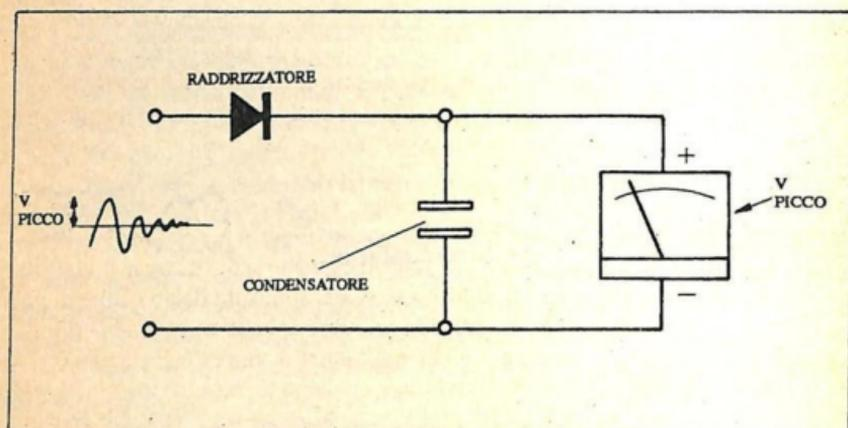

Fig. 8.-La misura di una tensione di picco può essere fatta facilmente con l'aiuto di un raddrizzatore e di un condensatore.
Viceversa, il valore di picco di un segnale è molto semplice da misurare. Bisogna avere a disposizione solamente un *raddrizzatore* (componente o circuito elettronico che converte le variazioni d'onda in variazioni di direzione fissa) e un *condensatore*. La misura della carica del condensatore (o della tensione che è presente ai suoi terminali) ci fornisce il valore di picco del segnale considerato. Questo schema è mostrato in Fig. 8.
*Fig. 8.-Vista posteriore di due amperometri. Quello di sinistra è a ferro mobile, e non necessita di nessuna indicazione di polarità. Quello di destra è a bobina mobile, essendo indicata la polarità con il segno + posto sulla connessione di sinistra.*